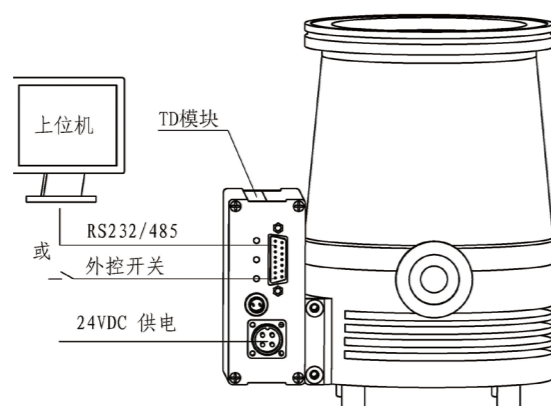
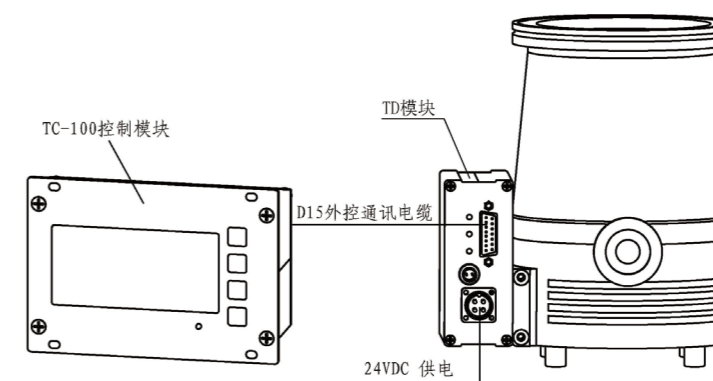

图 3 24VDC 供电方案
图 4 24VDC 供电方案（客户选购 TC）
分子泵 + TD 驱动模块 + 24VDC 供电电源 (+ TC 控制模块) 的组合连接方法，其中 TC 控制模块作为选配件选用。参见图 3、图 4。分子泵、TC 具体使用说明详见《KYKY 仪器用分子泵说明书》、《TCP (TC) 控制电源模块说明书》。